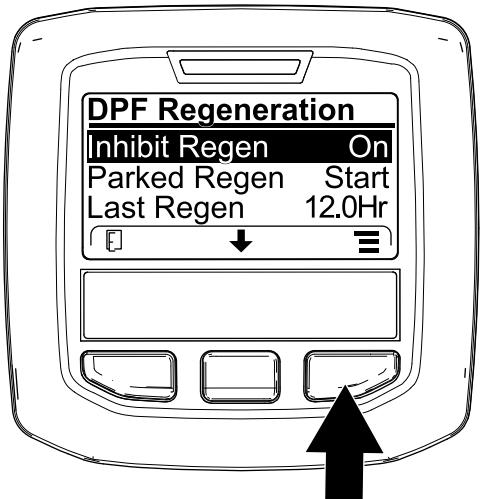

Bild 42
1. Navigieren Sie auf das Menü „DPF Regeneration“, drücken Sie die mittlere Taste und navigieren Sie auf die Option INHIBIT REGEN.; drücken Sie die rechte Taste, um den Eintrag „Inhibit Regen.“ auszuwählen (Bild 42).
2. Drücken Sie die rechte Taste, um die Einstellung für das Verhindern der Regenerierung von „On“ in „Off“ (Bild 42) oder von „Off“ in „On“ (Bild 43) zu ändern.